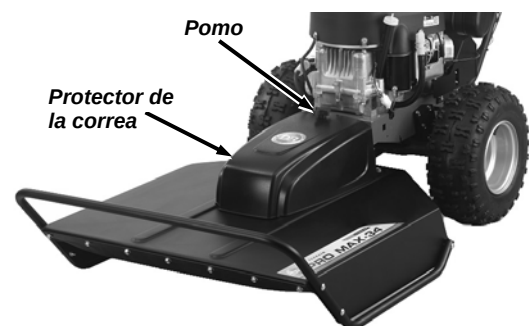

Figura 8
7. Instale el protector de correa que se envió con la máquina y asegúrelo con el pomo paquete del producto (**Figura 8**).